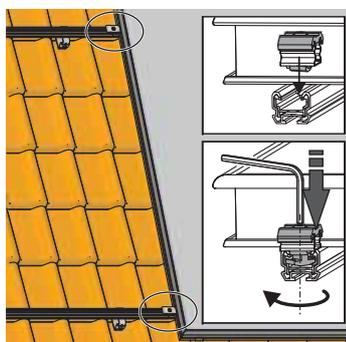

Figura 3-22 Inserire la piastrina di bloccaggio doppia
- Inserire le piastrine di bloccaggio doppie nella guida profilata di montaggio superiore e inferiore, premere verso il basso con la chiave a esagono cavo applicata alla vite e ruotarla di ca. 45° in senso orario (in modo che il profilato inferiore arrivi nella posizione di bloccaggio) (Figura 3-22).